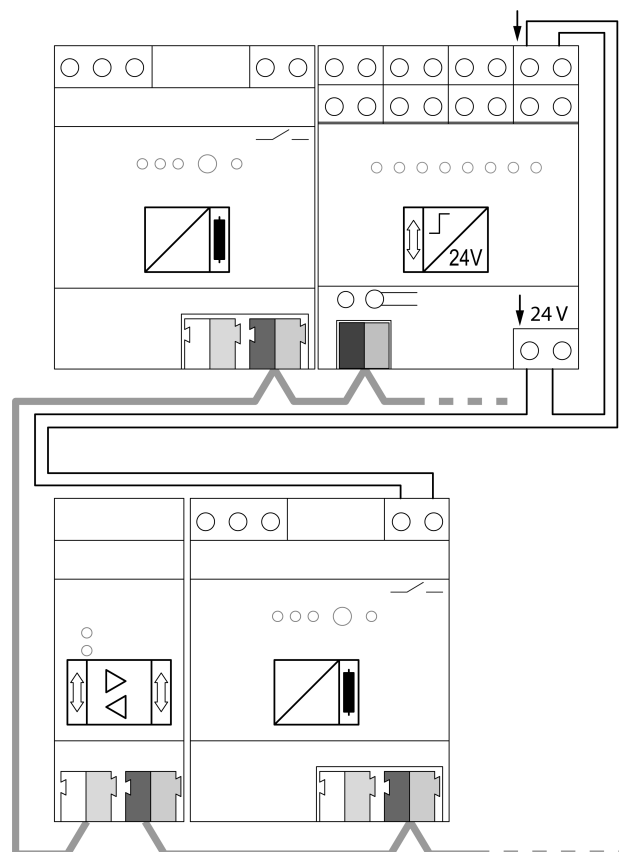

Bild 6: Anwendungsbeispiel – KNX-Binäreingang auf Hauptlinie zum Erfassen und zentralen Melden von Diagnosemeldungen
- KNX Binäreingang entsprechend Anschlussbeispiel (Bild 6) anschließen.